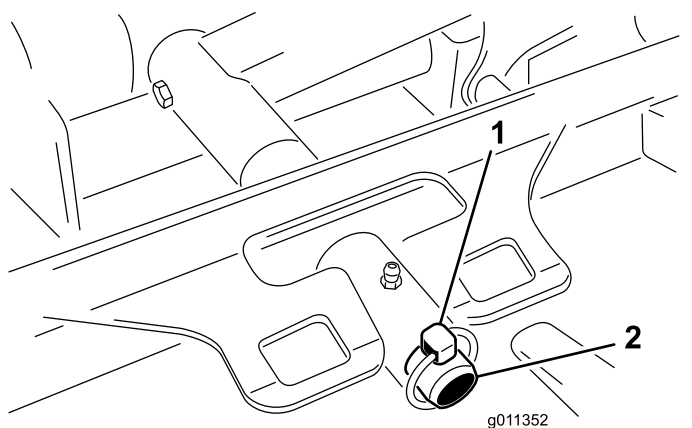

Figura 119
3. Rimuovete l'acciarino (per macchine Groundsmaster 4500) o il dado di fissaggio (per macchine Groundsmaster 4700) che fissa il telaio portante dell'apparato di taglio al perno girevole del braccio di sollevamento (**Figura 119**).
2. Fate scorrere il telaio portante dell'apparato di taglio sul perno girevole del braccio di sollevamento (**Figura 119**). Fissate l'apparato di taglio al perno con l'acciarino (per macchine Groundsmaster 4500) o il dado di fissaggio (per macchine Groundsmaster 4700).